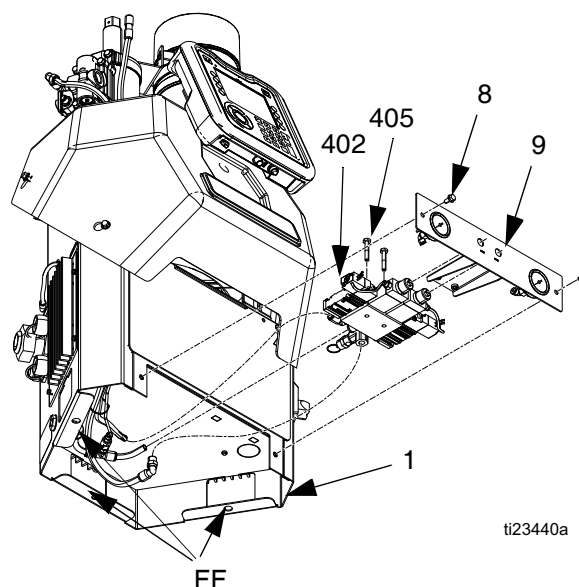

FIG. 50
Desmontaje (vea la FIG. 50):
- b. Retire los tres tornillos (142) y el sistema InvisiPac del conjunto del transformador (140).
6. Use una llave de tubo de 3/8 pulg. para retirar los dos tornillos (8).
8. Introduzca las manos por los orificios de acceso (FF), consulte la FIG. 50, en la parte inferior del armario eléctrico; luego desconecte las líneas de aire de los solenoides de control de aire (402).
10. Retire los dos tornillos (405) que sujetan los solenoides (402) al conjunto de control de aire (9); luego retire los solenoides de control de aire.
Volver a montar (vea la FIG. 50):
1. Use los dos tornillos (405) para sujetar los nuevos solenoides (402) al conjunto de control de aire (9).
3. Introduzca las manos por los orificios de acceso (FF), consulte la FIG. 50, en la parte inferior del armario eléctrico; luego conecte las líneas de aire a los solenoides de control de aire (402).
4. Deslice el conjunto de control de aire (9) en su lugar y luego use dos tornillos (8) para sujetar al armario eléctrico (1).
5. Para sistemas de 480 V, instale el conjunto del transformador (140) con los tornillos (142) y vuelva a conectar los cables del transformador al conector J2 de la placa AWB y al interruptor principal.